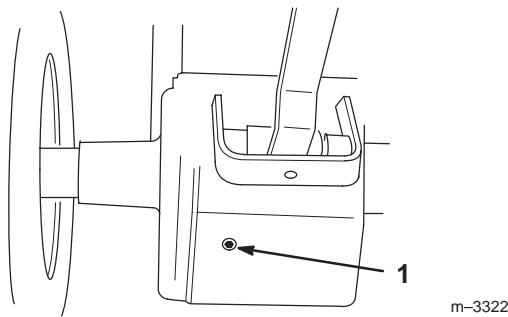

Bild 52
- Öffnen Sie den Verschluss durch Entfernen der Verschluss-schraube (Bild 52).